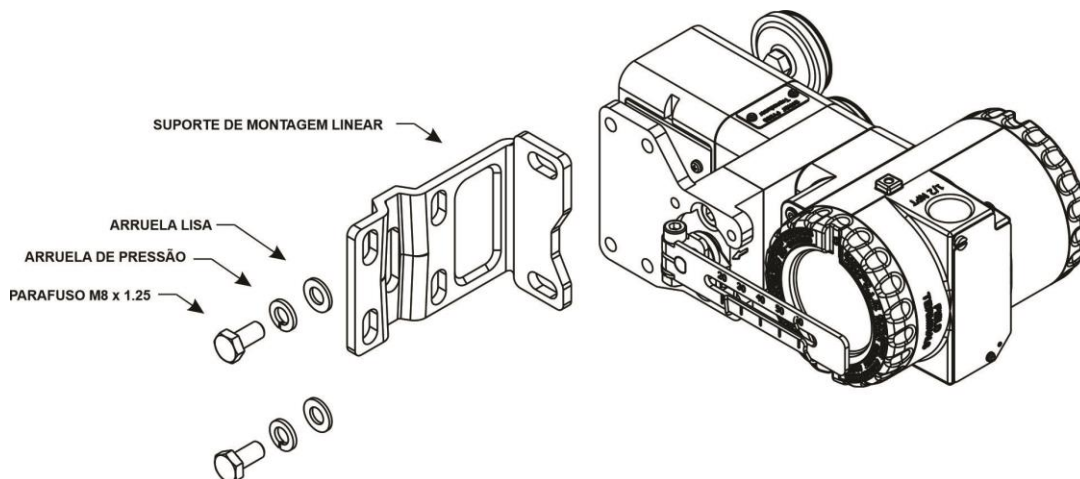

Figura 1.12 – Suporte de montagem linear para o posicionador
6. Monte o posicionador no suporte de montagem linear usando dois parafusos M8x1,25, duas arruelas de pressão e duas arruelas lisas. Consulte a figura 1.12.